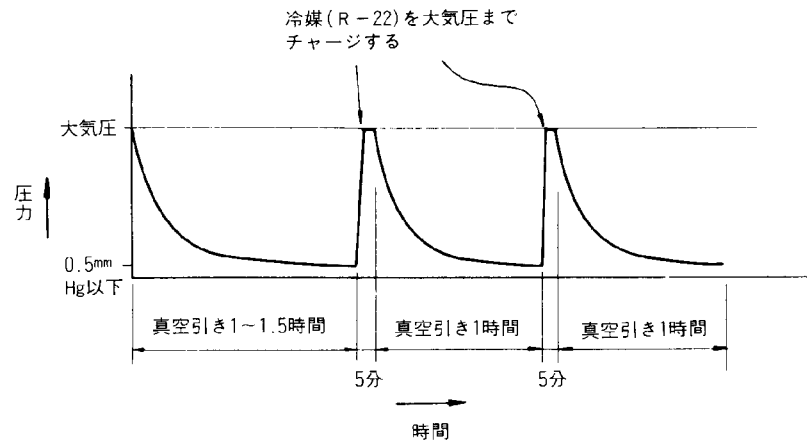

図5-6
- (1) 真空引きは、外気温が低いと、冷媒回路内の水分が十分蒸発せずに残ることがあるため、ユニットの周囲温度を15℃以上に維持すること。冬期等困難な場合は、空気側熱交換器や水側熱交換器等を加熱するようにする。
- (2) 真空引きは、図5-6に示すように、3回引きを行うこと。これは空気と共に水分が冷媒回路中に混入した場合、特に重要である。